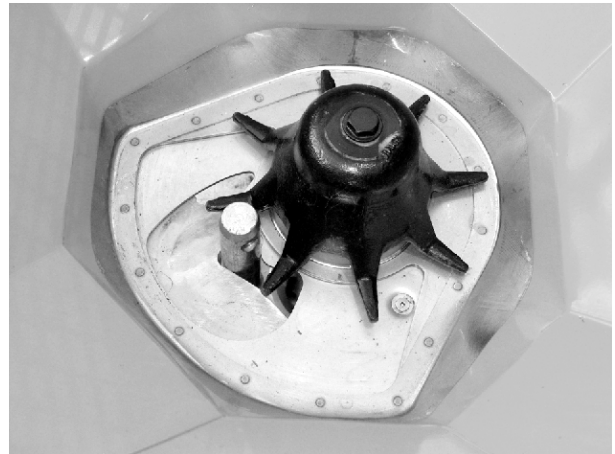

Рис. 66: Болт нижней тяги в дозировочном отверстии
- ✓ Заслонка дозатора слегка прижата к болту. См. *Рис. 66 Болт нижней тяги в дозировочном отверстии.*